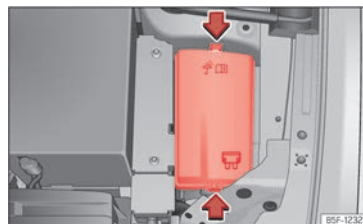

Abb. 236 Im Motorraum: Abdeckung des Sicherungskastens.
- Verriegelungstasten drücken, um die Abdeckung des Sicherungskastens »» (Abb. 236) zu entriegeln.